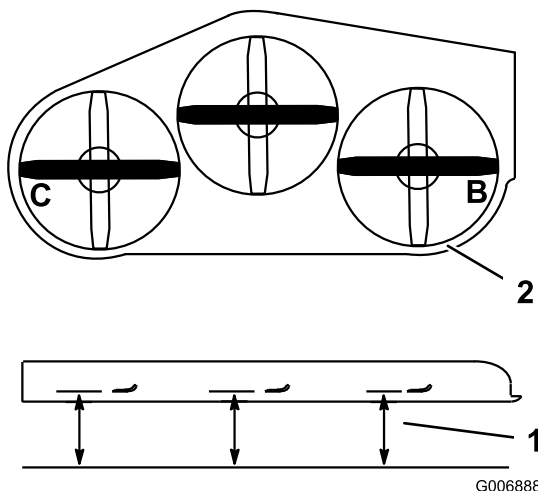

Figure 82
3. Tournez les lames pour les mettre parallèles dans le sens transversal. Mesurez la distance aux points **B** et **C** entre une surface plane et le bord coupant des pointes des lames (Figure 82).